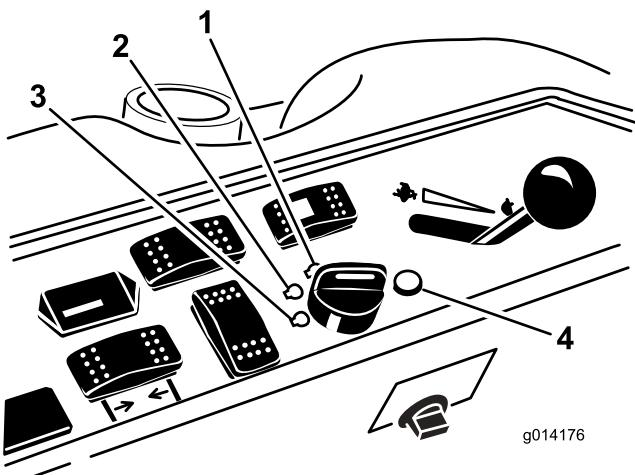

Figure 14
6. Tournez la clé dans le sens horaire en position Contact(Figure 14).
3. Tournez la clé de contact à la position arrêt (Figure 14). Attendez l'arrêt de toutes les pièces mobiles avant de quitter la position d'utilisation.